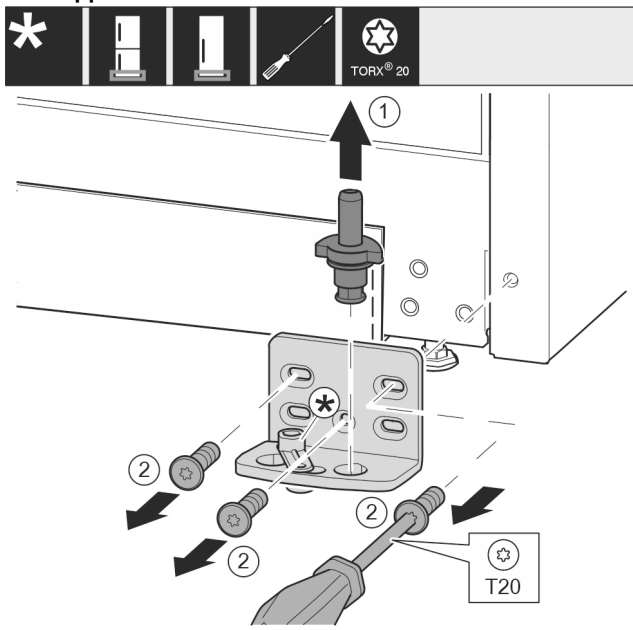

Fig. 9
- ▶ Trekk lagerbolten komplett opp og av. Fig. 9 (1)
- ▶ Skru ut skruene med skrutrekker T20, og ta av lagerbukken. Fig. 9 (2)